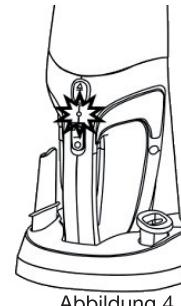

Abbildung 4
- Die Leuchtanzeige leuchtet rot, wenn das Gerät in dem Ladesockel geladen wird (Abb. 4). Wenn die Leuchtanzeige aus ist, bedeutet dies, dass das Gerät nicht ordnungsgemäß auf dem Ladesockel positioniert ist.